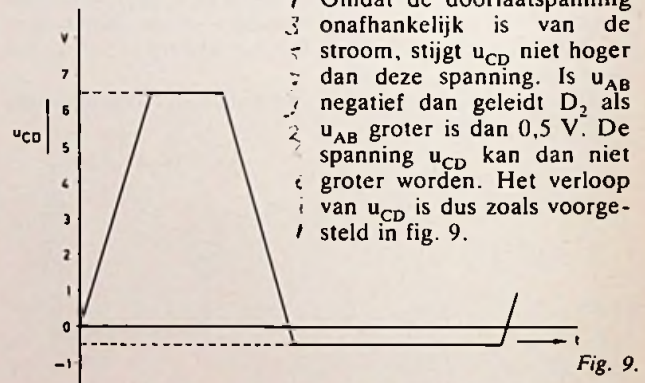

Fig. 9.
- Omdat de doorlaatspanning onafhankelijk is van de stroom, stijgt u_{CD} niet hoger dan deze spanning. Is u_{AB} negatief dan geleidt D_2 als u_{AB} groter is dan 0,5 V. De spanning u_{CD} kan dan niet groter worden. Het verloop van u_{CD} is dus zoals voorgesteld in fig. 9.